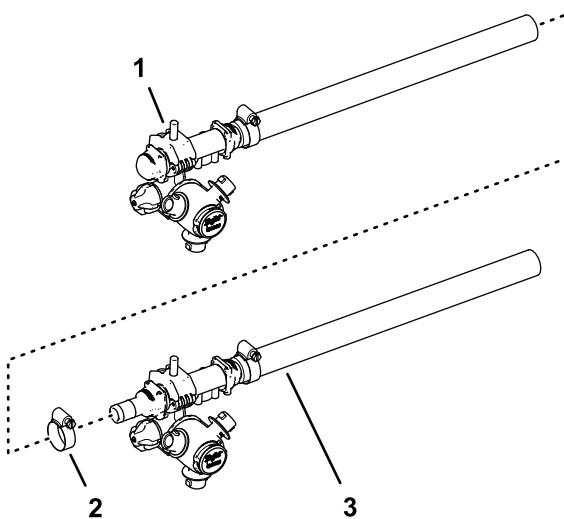

Figure 91
7. Assemblez le débitmètre et les tourelles de buses L1 et L2 à l'aide d'un collier de serrage, comme montré à la Figure 91.